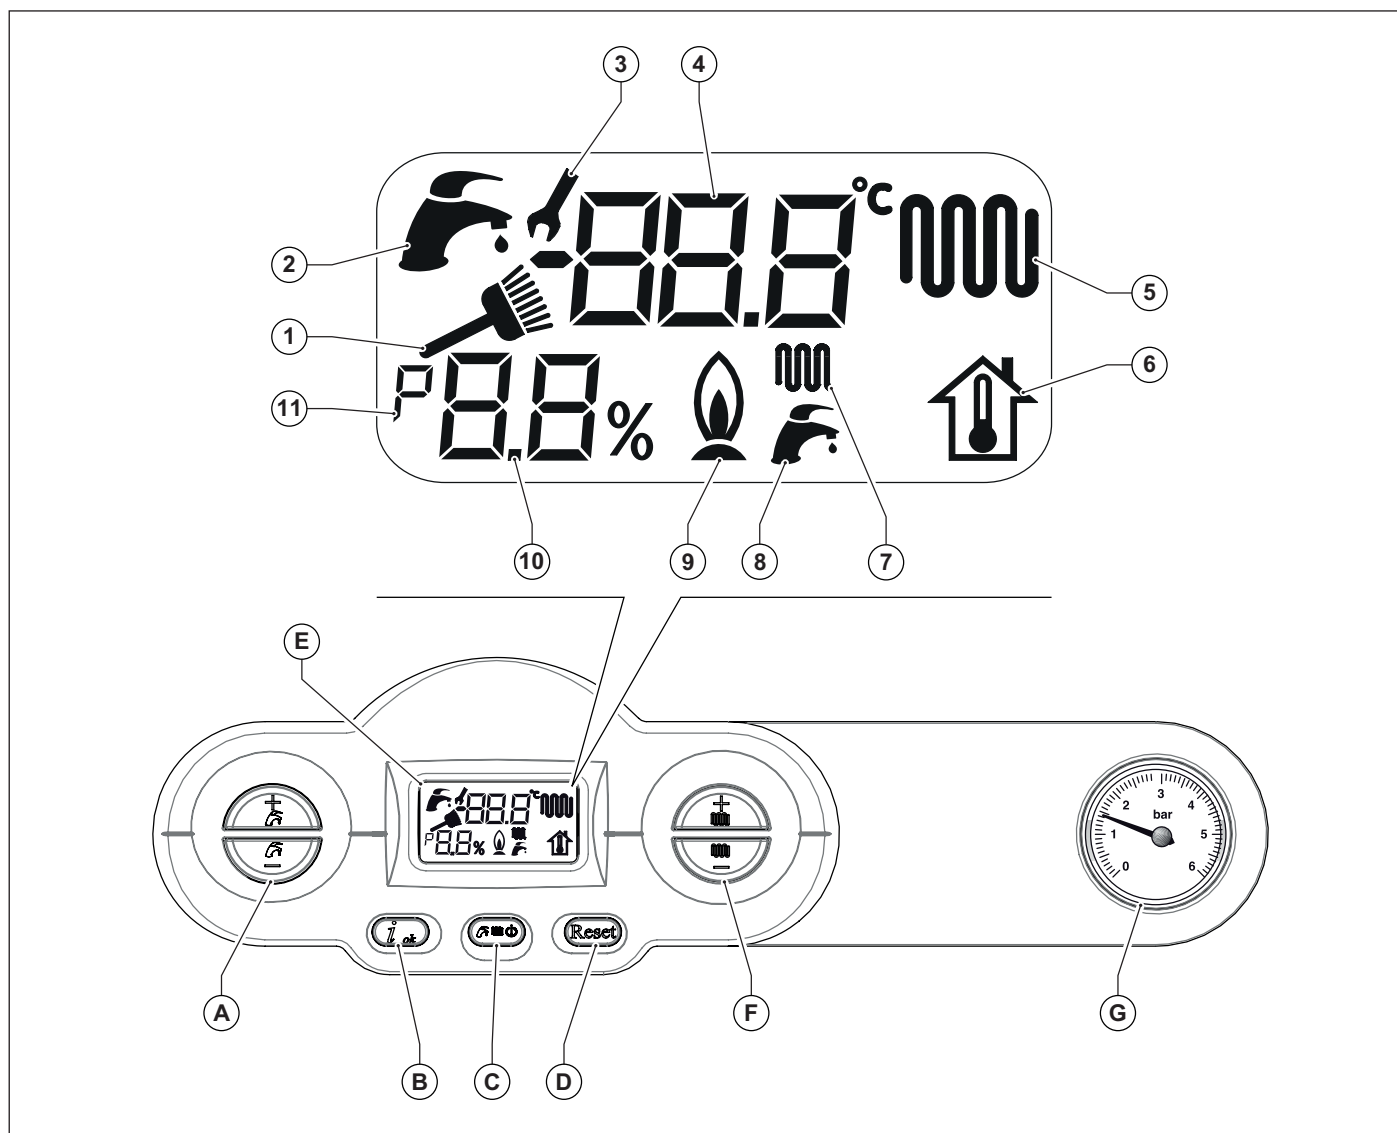

Fig. 1 Panneau de commande
- Choisir le système de fonctionnement de la chaudière: OFF/ÉTÉ/HIVER/CHAUFFAGE (voir touche (C) en Fig. 1 Panneau de commande à la page 7).
Quand la fonction CONFORT est active, sur le panneau de commande le symbole 8 clignote: indicateur état chaudière - sanitaire (voir Fig. 1 Panneau de commande à la page 7).